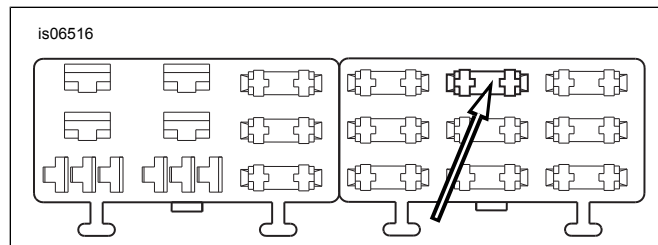

Abbildung 10. Sicherungsblockhohlraum „P&A IGN“ (Softtail-Modelle 2004 bis 2010)
- Siehe Abbildung 10. Den als „P&A IGN“ ausgewiesenen Sicherungshohlraum (1) an der Sicherungsblockabdeckung im rechten Sicherungsblock ausfindig machen. Dieser Stromkreis muss von einer Seite her mit einem Kabel versehen sein; es ist aber kein dazu gehörendes Kabel bzw. keine Sicherung vorhanden. Den Kontakt des orange/weißen Adapterkabels bis zum Anschlag einführen. An einem benachbarten, im Werk eingebauten Kontakt orientieren, um zu prüfen, ob der Kontakt richtig ausgerichtet und tief genug eingesetzt ist.